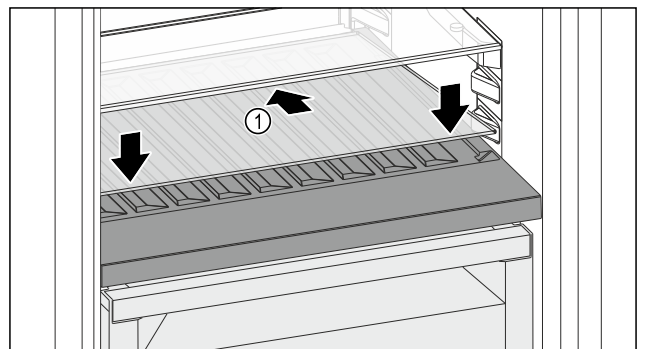

Fig. 216
- ▶ 向后下方倾斜放置玻璃隔板 Fig. 216 (1)。
- ▶ 放低玻璃隔板 Fig. 216 (1) 前部。